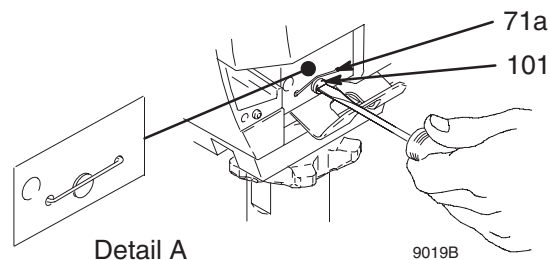

Abb. 18
Wenn sich der Stift löst, könnten Teile durch die Kraft der Pumpenbewegungen abbrechen. Diese Teile könnten durch die Luft geschleudert werden und schwere Verletzungen oder Sachschäden verursachen. Es ist daher Sorge zu tragen, daß der Stift (101) und der Halteclip (71a) richtig eingebaut sind. Siehe Detail A, Abb. 18.
5. Abb. 18. Mit einem Schraubenzieher den Pumpenstift (101) hinausdrücken.
2. Abb. 18. Siehe Detail A. Stift (101) in das Loch drücken, bis der Halteclip (71a) über dem Stift einschnappt.
1. Pumpe (85) ausbauen.
2. Die zwei Schrauben (107), Scheiben (79), die Pumpenhalterung (110), den Eimerhaken (90) und die Abschirmung (113) entfernen.
3. Abb. 18. Den Clip (71a) entfernen.
1. Abb. 18. Den Clip (71a) einbauen.
2. Die Abschirmung (113), den Eimerhaken (90) und die Pumpenhalterung (110) mit zwei Scheiben (79) und Schrauben (107) einbauen. Die Schrauben mit 54 Nm festziehen.
3. Die Pumpe (85) einbauen.